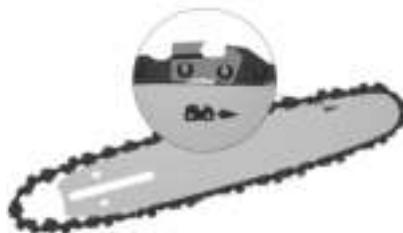

Рис. 2. Направление вращения цепи
4. Установите ведущие звенья пильной цепи в паз направляющей шины. При установке цепи следите за тем, чтобы режущая кромка зуба была расположена вперед по ходу движения цепи, т.е. по часовой стрелке. Направление, в котором указывает стрелка на цепи, должно совпадать с направлением, отмеченным на направляющейшине. (Рис. 2).